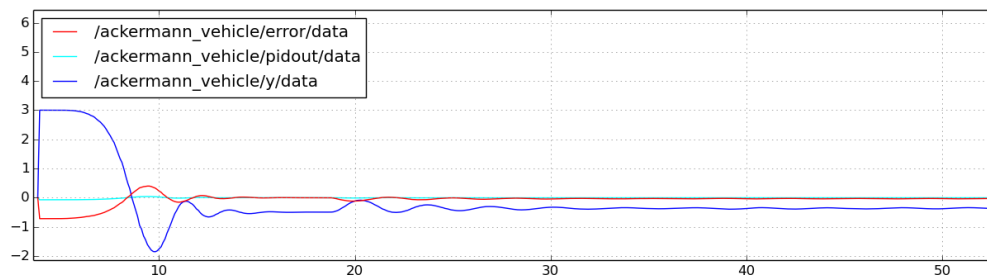

Abbildung 1: P-Regler
- a) Grundsätzlich ist ein großer P-Anteil K_p erstrebenswert, um sich rasch der Wunschtrajektorie anzunähern. Der - experimentell ermittelt - größte Wert bei dem das Auto keinen Unfall baut (aufgrund zu starker Lenkbewegungen) ist $K_p = 0.1$, was das in Abbildung 1 gezeigte Ergebnis liefert.